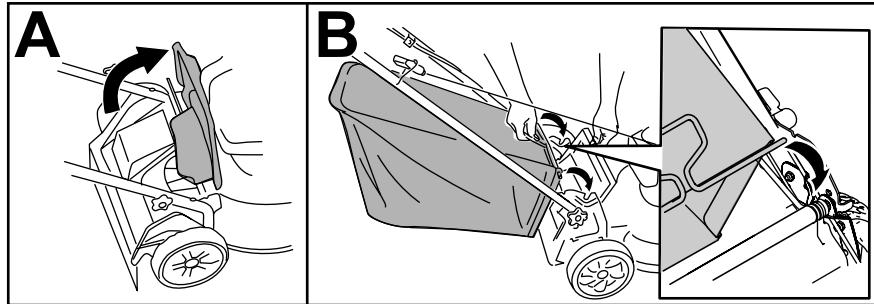

Figura 14
1. Levante y sujetete el deflector trasero (Figura 14, A).
2. Instale la bolsa de recogida, asegurándose de que los pasadores de la bolsa descansan en las muescas del manillar (Figura 14, B).